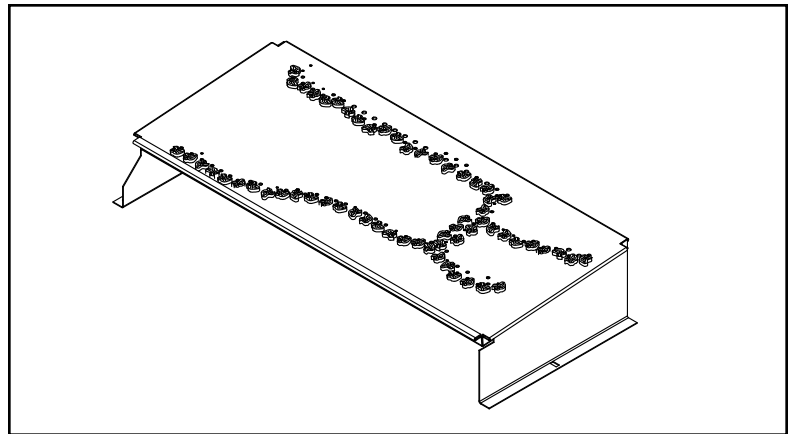

Figura 34. Colocación de las ascuas
- Coloque piezas pequeñas del material de ascuas en la parte superior del quemador (Figura 34). NO presione las ascuas dentro de las boquillas del quemador. Cubra la parte superior del quemador con una sola capa de ascuas. NO las coloque las ascuas sobre las boquillas tal como se ilustra en la Figura 34.